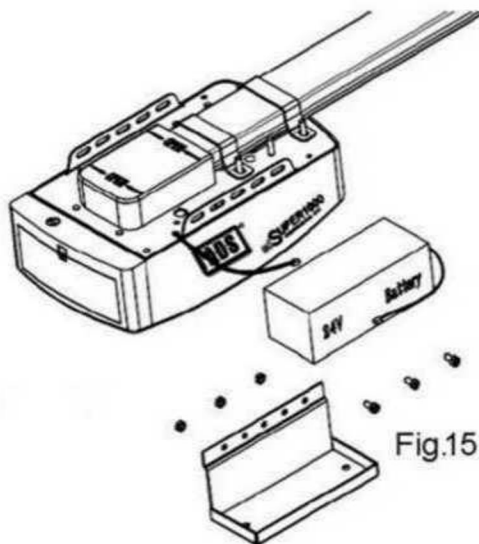

Fig.15
- 1.Ensamble la Batería de Respaldo y el Soporte de la Batería como en la imagen, fije con los Tornillos suministrados (Fig.15).